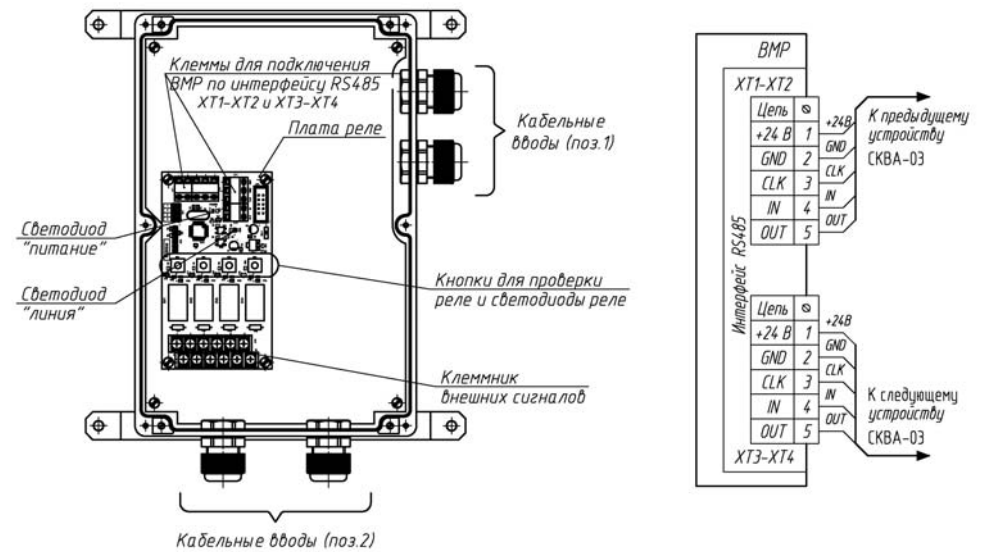

Рис.2
На каждой плате реле установлены 4 светодиодных индикаторов (рис.2). Индикатор светится, когда состояние соответствующего вывода принимает значение ON. Реле при этом включено.
- Подключить кабель к разъемам (ХТ1-ХТ2 и ХТ3-ХТ4), установленному на плате реле в соответствии со схемой рис.2.